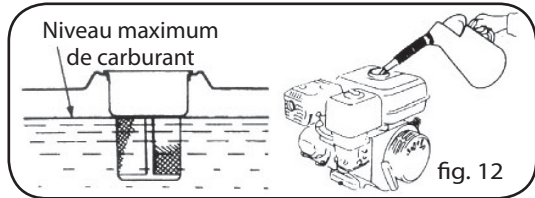

fig. 12
Capacité du réservoir: 3,6 litres (Fig. 12).
- Si le niveau est trop bas, en ajouter. Se souvenir que le carburant ne doit jamais dépasser l'épaulement du filtre à essence (Fig. 12).